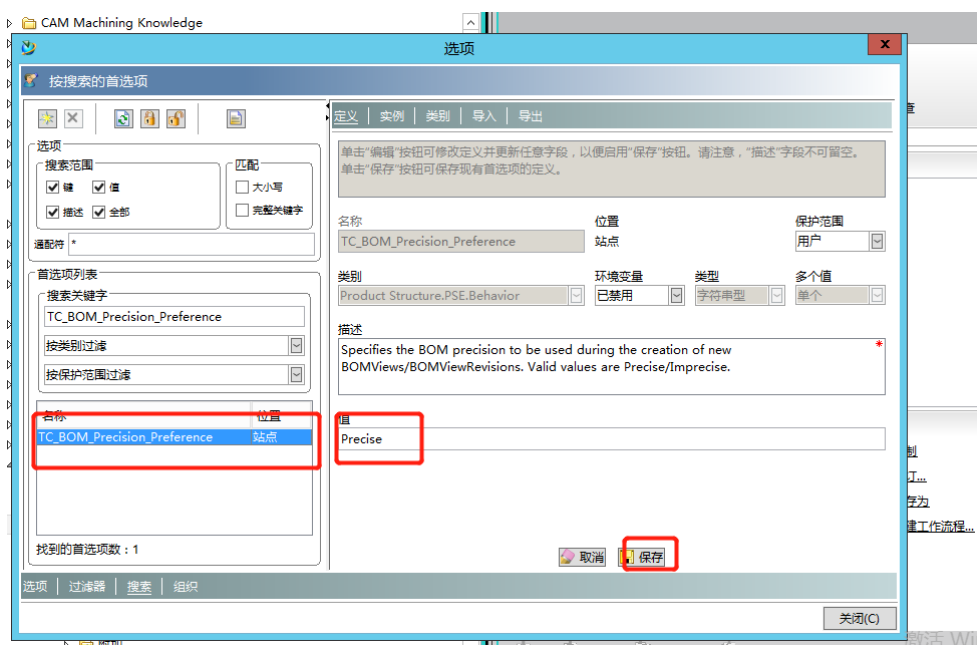

图 2
2、想要更改新建 BOM 结构默认为精确装配的, 则需要用管理员账号找到首选项 TC_BOM_Precision_Preference, 进行编辑修改, 将其的值由默认的 Imprecise 改为 Precise, 然后保存。如图 2 所示: